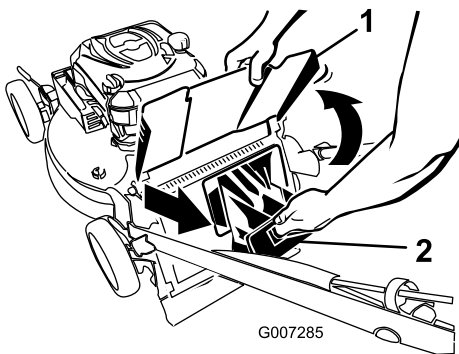

Figura 22
2. Levante y sujete el deflector de descarga (Figura 22).
3. Saque el tapón de descarga trasera (Figura 22).